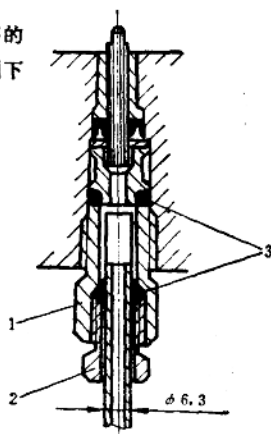

图6-1-22 小直径管接头
4) 小直径的管接头 如图6-1-22所示。这种管接头有很好的密封性，在很高的压力下，能密封不漏。因为套在管子端部的橄榄形压缩圈3被螺母2和螺母1相互挤紧，使紧紧地箍紧在管子上，并且和螺母孔中的锥形成良好的严密配合。